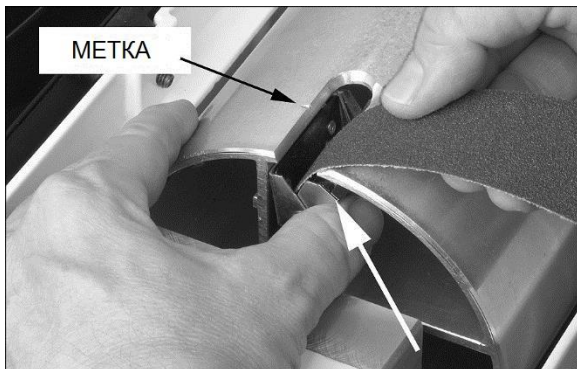

Рисунок 5-4
2. Нажмите на рычаг закрепления ленты (рисунок 5-4) на внешней (левой) стороне барабана и вставьте острый конец абразивной ленты в зажим через щель, как показано на рисунке. Совместите косую кромку абразивной ленты с левым краем барабана. Вставьте конец ленты в зажим на достаточную длину, так чтобы правый край ленты совпал с контрольной меткой; это обеспечит правильную длину полосы для закрепления на противоположном конце барабана.